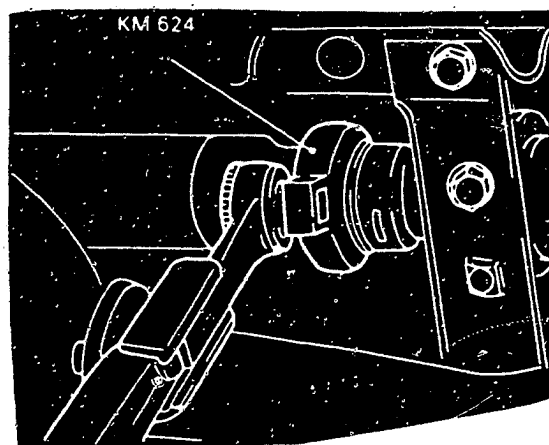

Bild 35 Lösen der Befestigungsmutter des Gelenkwellen-Schiebestückes mit Spezialwerkzeug.
- Befestigungsmutter des Gelenkwellen-Schiebestückes um ca. 1 Umdrehung lösen (KM-624, Bild 35)